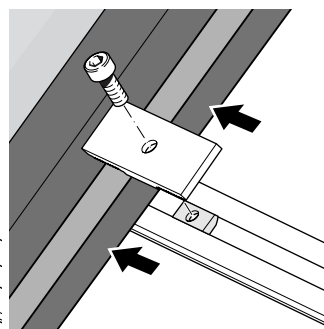

Bild 12b
- Die inneren Befestigungsklemmen mit der Schraube in den Nutensteinen vormontieren und in den Montageschienen ganz an den Kollektor heranschieben, siehe Bild 12b.